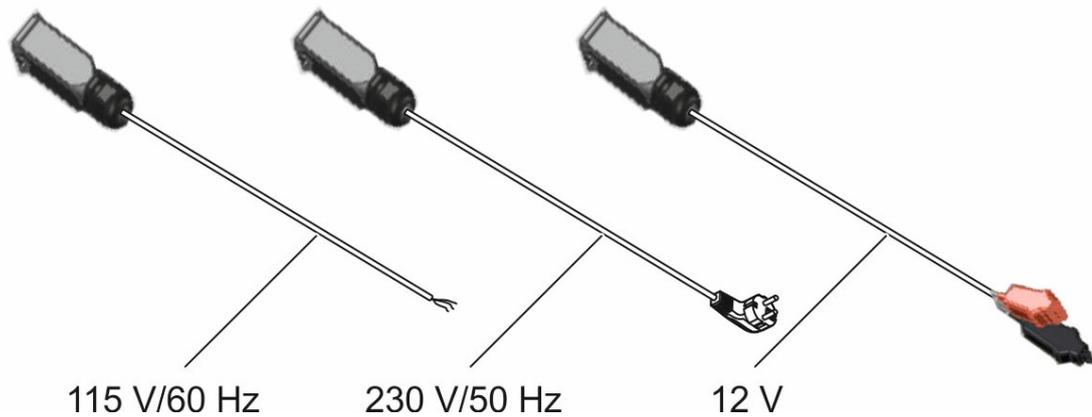

Abbildung 14 Kabel wählen für optionales Unterteil mit aktiver Kühlung (/TP5 C)
**GEFAHR** Stellen Sie sicher, dass Spannungsversorgung, Kabel (siehe auch Abbildung 14,) und Gerät aufeinander abgestimmt sind.